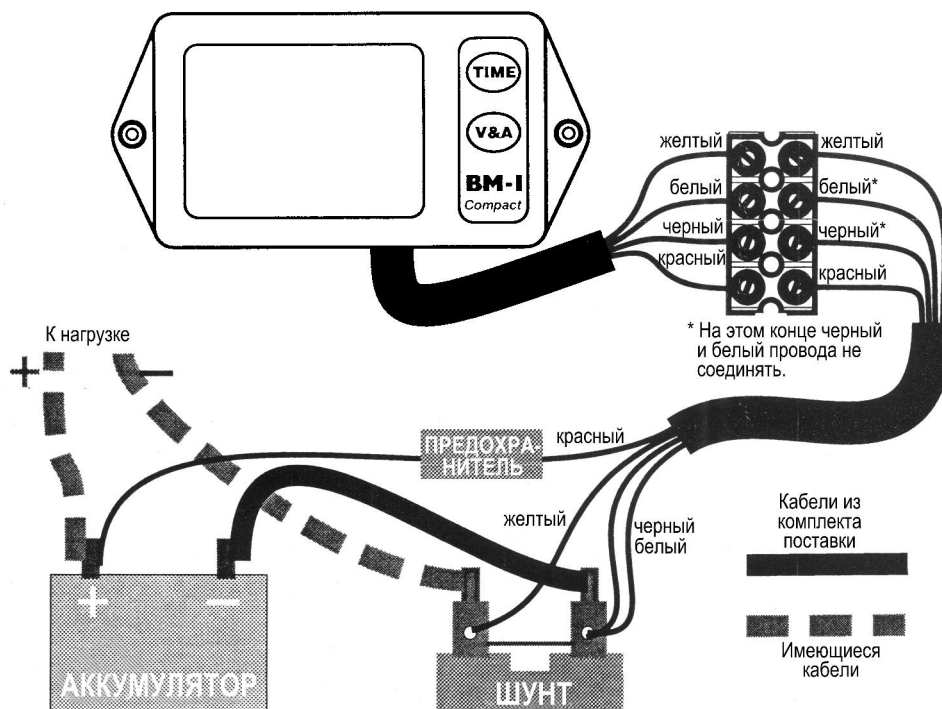

Рис. 1. Схема подключения кабелей
3. Закрепите дисплей на приборной панели шурупами и подсоедините кабель к контактной колодке (входит в комплект). Подсоедините шунт к дисплею через контактную колодку, как показано на рис. 1. Провода подсоединяйте в точности, как показано на схеме. Обратите внимание, что черный и белый провода со стороны шунта соединены вместе, а со стороны дисплея — разделены.
6. Отсоедините кабель от отрицательной клеммы аккумулятора и подключите его к шунту, как показано на рис. 1.
7. Подсоедините черный, белый и желтый провода к шунту, как показано на рис. 1.
8. Соедините шунт с отрицательной клеммой аккумулятора (см. рис. 1). Короткий соединительный кабель должен располагаться в сухом и чистом месте, где исключен его электрический контакт с другими частями системы. Учтите также, что при большом токе шунт может нагреваться, поэтому его не следует располагать вблизи других деталей. Не затягивайте клеммы шунта слишком сильно.